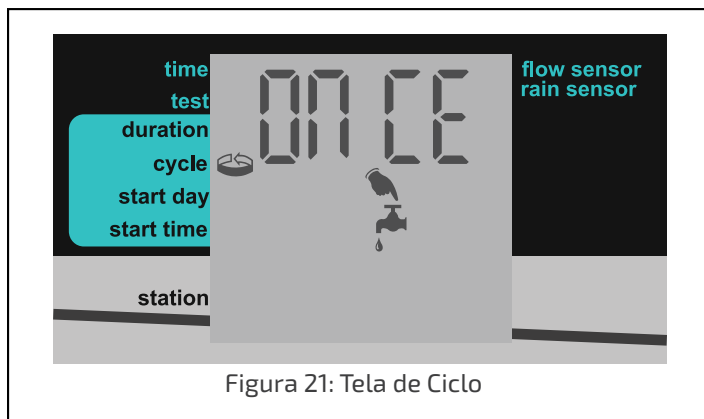

Figura 21: Tela de Ciclo
1. Pressione **↵** até que apareça a tela *Cycle* (Figura 21). A mensagem "OnCE" [uma vez] aparecerá como padrão, indicando que o padrão do ciclo foi estabelecido para somente uma vez.
1. Pressione **↵** até que apareça a tela de *Cycle* (Figura 21).